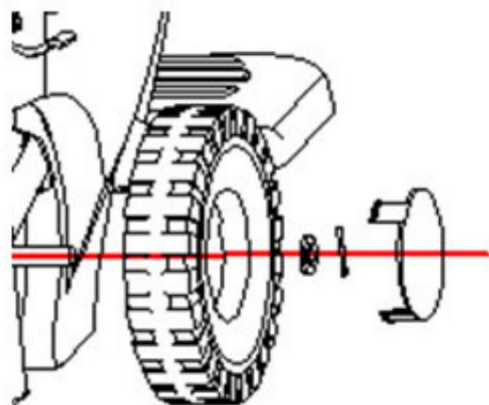

Fig. 4-3 : Assemblage des roues
3. Montez les roues sur les essieux, insérez les rondelles et les goupilles fendues, repliez les extrémités des goupilles fendues et fixez les enjoliveurs. Répétez l'opération pour la deuxième roue (Fig. 4-3).